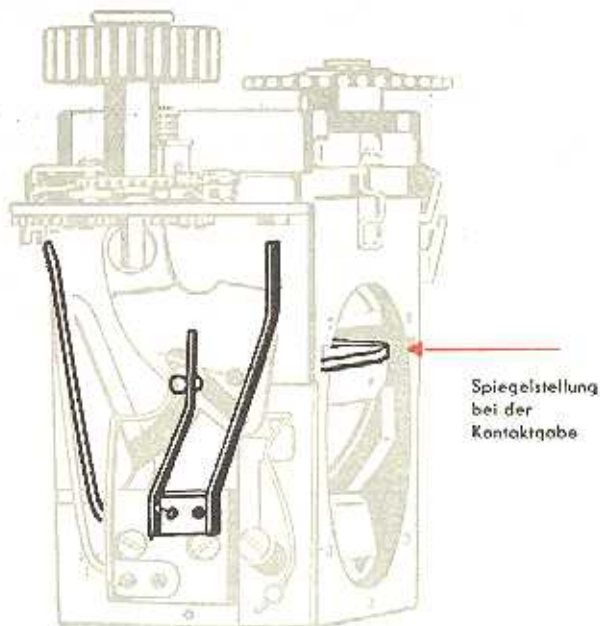

Abb. 8
- ff) Erste Verschußklappe mit Finger festhalten, Verschuß auslösen und erste Verschußklappe langsam ablaufen lassen, dabei muß der X-Kontakt, wie in Abb. 8 eingezeichnet, zünden. Ist dies nicht der Fall, so muß die Kontaktfeder am Isolierstück II dementsprechend gebogen werden.